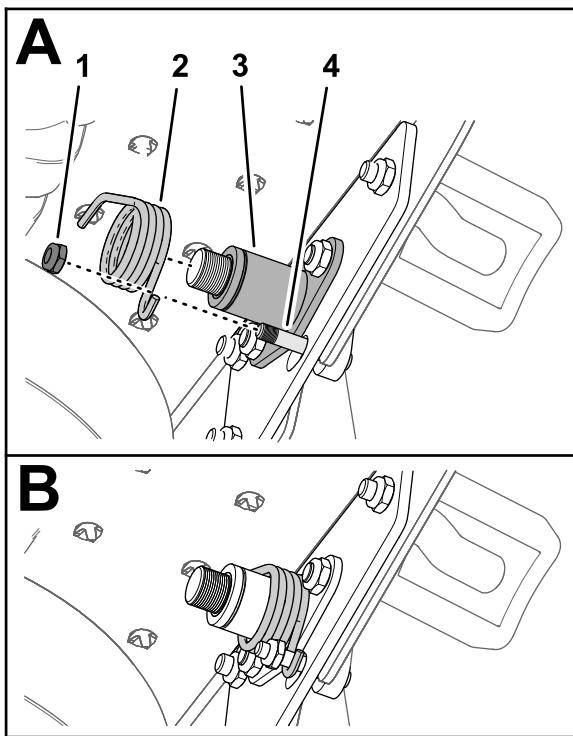

图 13
11. 将扭转弹簧滑到衬板上同时将弹簧的一端钩在锁定踏板的小螺柱上并将另一端压在底板上图 13。
12. 用锁紧螺母 1/4 英寸将扭转弹簧固定到小螺柱上请参阅图 13。